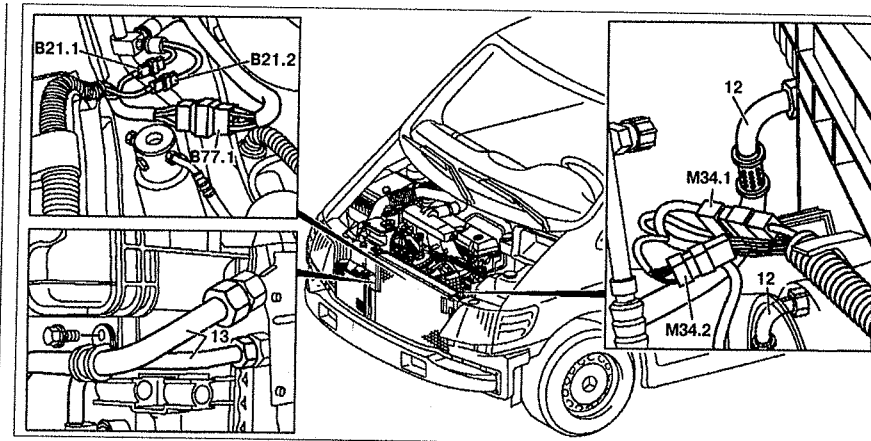

Рис. 4.34. Радиатор:
12. Ослабьте крепление маслопровода 12 от автоматической коробки передач и отсоедините ее от радиатора 6 (см.рис.4.34).